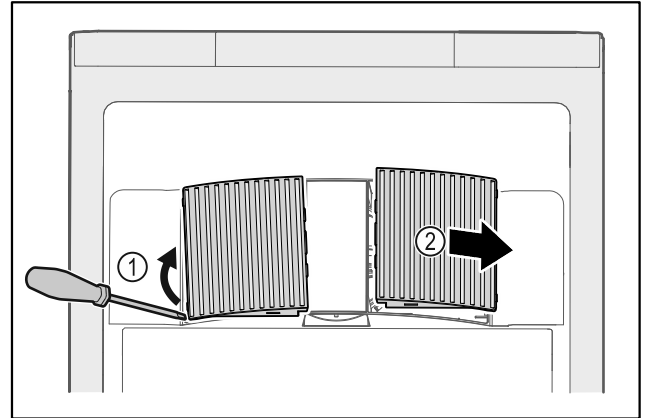

Fig. 228
- ▶ Ostrożnie podważyć osłony wentylatora z boku Fig. 228 (1) i zdjąć do przodu Fig. 228 (2).